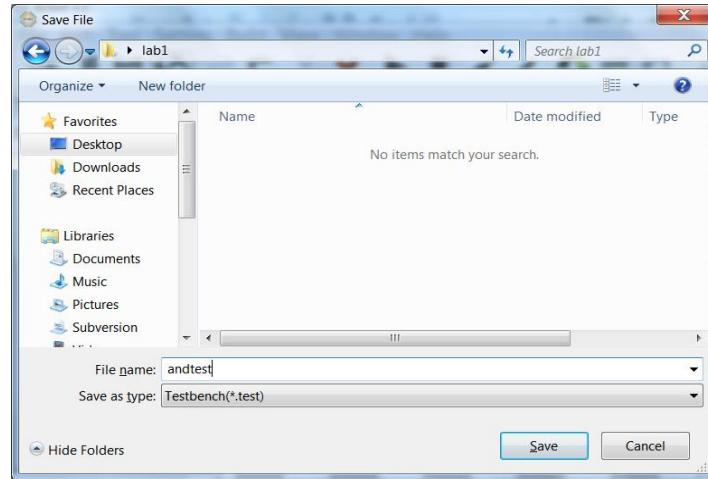

图 2-1-11 保存测试文件
(3) 另存为测试文件。点击工具栏 图标，出现如图 2-1-11 的界面，将测试文件保存到 andgate 模型所在的文件夹下。